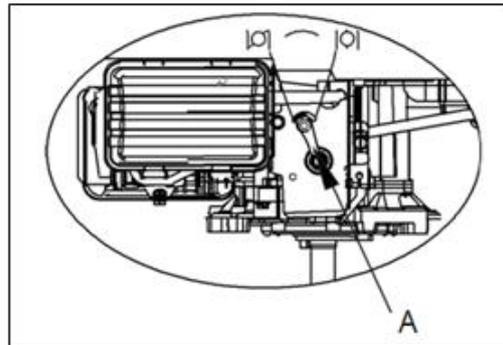

Fig 2B [A. contro acelerador]
c) Mueva el control del acelerador a la posición  de estrangulador. (Fig. 2B)